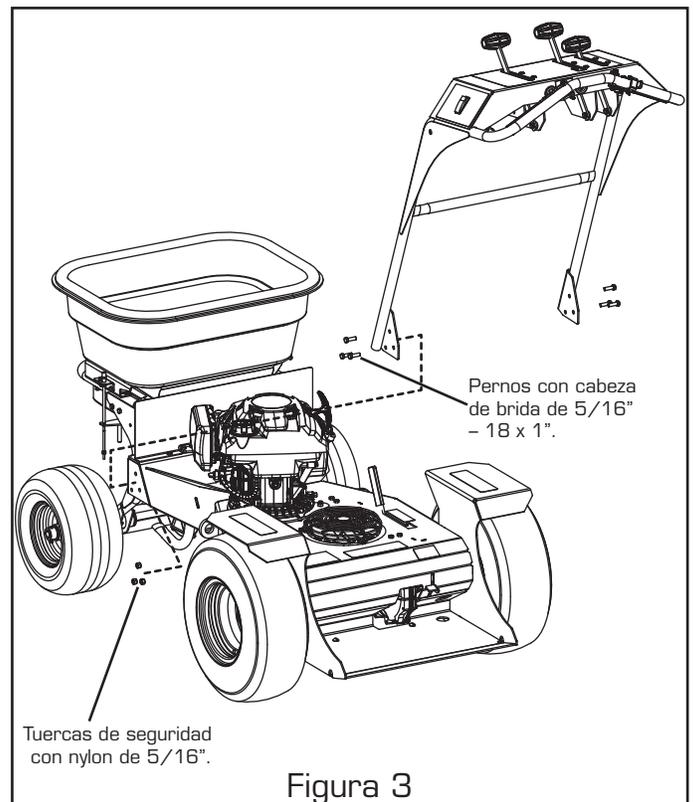

Figura 3
6. Vuelva a instalar el montaje del manubrio en el esparcidor con seis pernos de cabeza hexagonal de 5/16"-18 x 1.00 y tuercas de fijación de nylon de 5/16", como se muestra en la Figura 3. Las piezas de ferretería se encuentran en la bolsa manual.